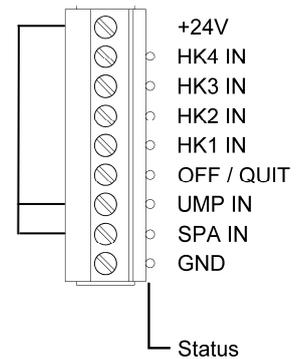

Abb. 15
- Die Steuereingänge werden wie in Abb. 15 beschaltet.